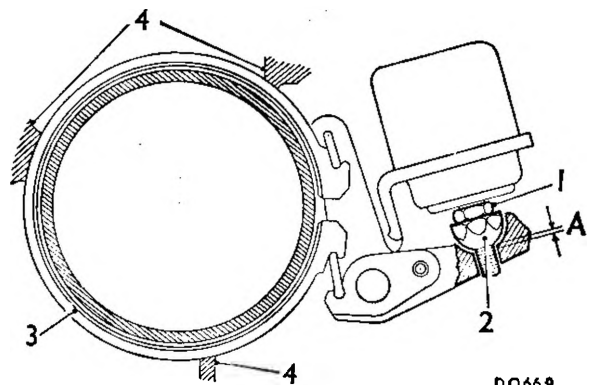

Fig. Fa. 24
47. Regolare i servocomandi della 2a e della 3a (vedi figura Fa. 24 alle pagine seguenti). Allentare il controdado (1) e ruotare il regolatore sferico (2) finché ogni nastro freno (3) risulti in contatto con gli arresti del complessivo della trasmissione (4), eliminando così l'allentamento. Ruotare il regolatore di 9 giri onde ottenere la luce 'A' e serrare il controdado: si dovrà ottenere in questo modo il corretto valore di gioco libero minimo.